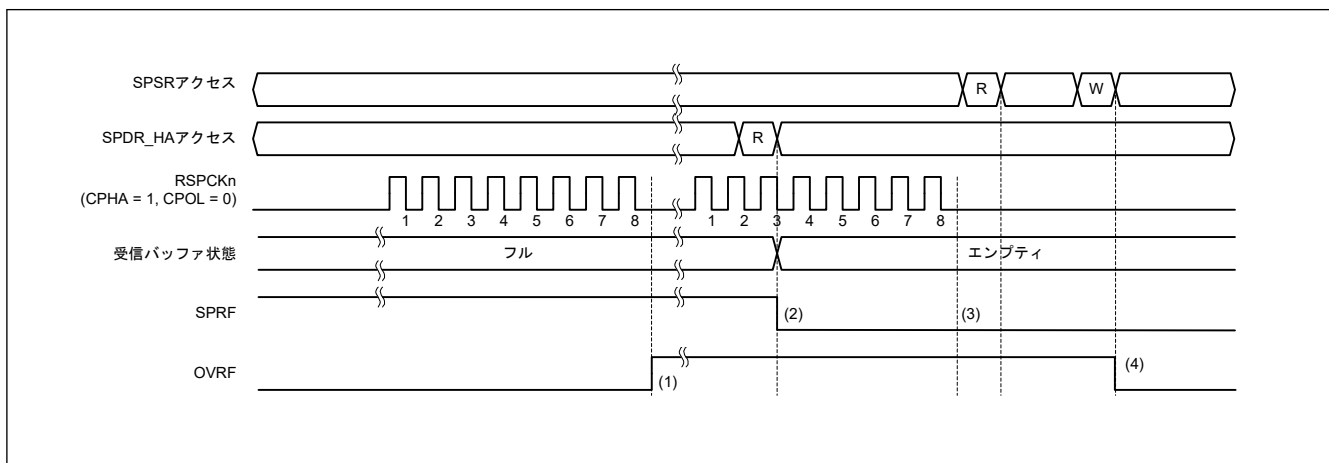

図 27.27 OVRF フラグおよび SPRF フラグの動作例
図 27.27 に OVRF フラグと SPRF フラグの動作例を示します。図 27.27 に示す SPSR アクセスと SPDR_HA アクセスは、それぞれ SPSR レジスタと SPDR_HA レジスタへのアクセス条件を示します。W は書き込みサイクル、R は読み出しサイクルを示します。この例では、SPCMD0.CPHA ビットが 1、かつ SPCMD0.CPOL ビットが 0 の設定で、SPI は 8 ビットのシリアル転送を実行しています。RSPCKn 波形の下に記載した数字は RSPCK サイクル数 (= 転送ビット数) を示しています。
以下に、図 27.27 の (1)～(4) に示したタイミングでのフラグの動作内容を説明します。